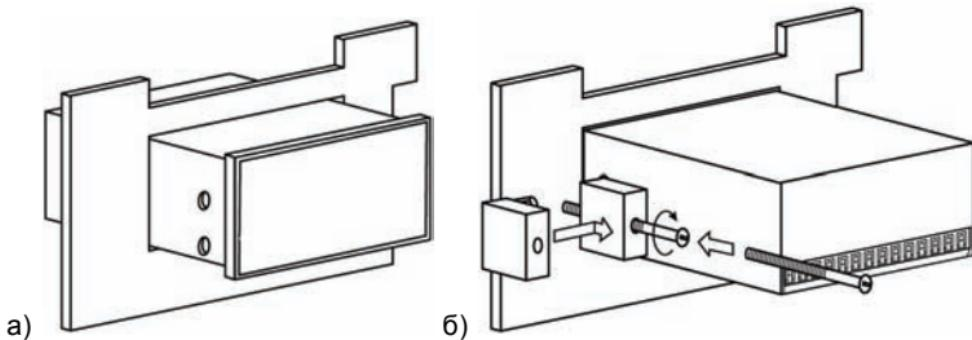

**Рисунок 5.1 – Монтаж прибора настенного исполнения**
- закрепить кронштейн тремя винтами M4×20 на поверхности, предназначеннной для установки прибора (см. Приложение А и рисунок 5.1, а);
- зацепить крепежный уголок на задней стенке прибора за верхнюю кромку кронштейна (рисунок 5.1, б);
- прикрепить прибор к кронштейну винтом M4×35 из комплекта поставки (рисунок 5.1, в).